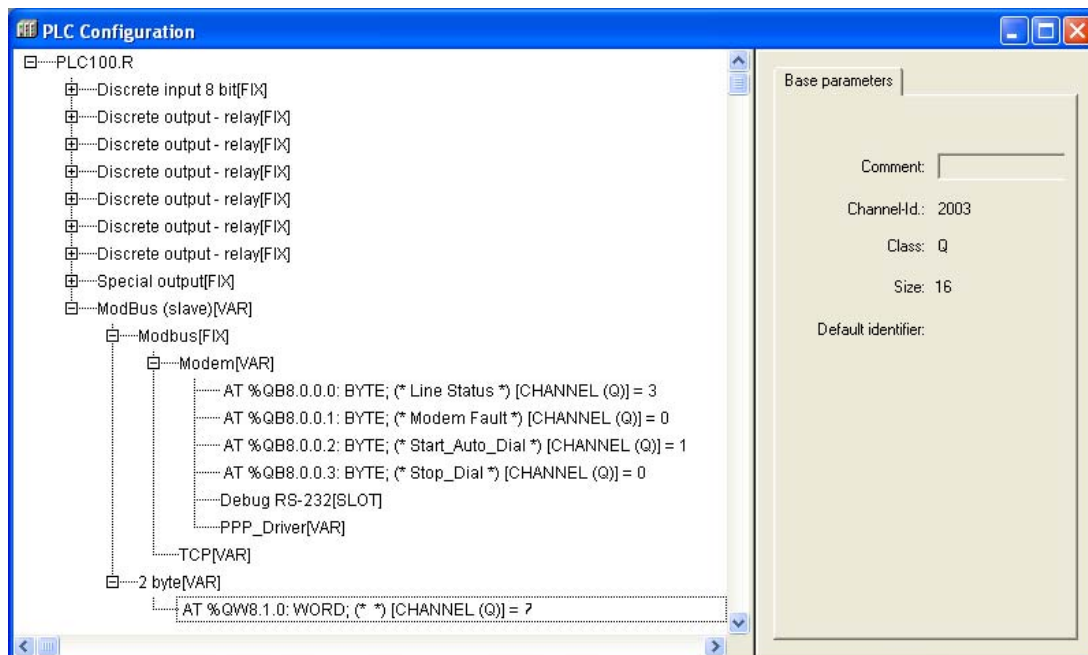

Рис.4 Конфигурация ПЛК100 для обмена по GPRS, с подключенным модемом к порту Debug
7. Добавить к подмодулю «Modem» подмодуль «PPP_Driver» (выделить подмодуль «Modem[VAR]», нажать правую клавишу мыши и через контекстное меню выбрать «Append PPP_Driver»), рис.4. Настроить его на вкладке «Module parameters» **задав параметры «Login» и «Password», необходимые для дозвона до провайдера-поставщика Интернет услуг (предоставляются поставщиком GSM-услуг)** . Подробнее о параметрах подмодуля «PPP_Driver» см. в документе «OWEN_PLC_Configuration.pdf».
8. К подмодулю «Modbus(Slave)» добавить подмодуль «TCP[VAR]» (выделить подмодуль «Modbus[FIX]», нажать правую клавишу мыши и через контекстное меню выбрать «Append Subelement», а затем «TCP...»), рис.4, на вкладке «Module parameters» модуля «TCP[VAR]» параметр «RemotePort» должен быть равен 502.
9. Добавить к модулю «Modbus(slave)» необходимые переменные, например «2 byte» (выбрать модуль «ModBus (slave)», нажать правую клавишу мыши, через контекстное меню выбрать «Append Subelement», а потом «2 byte...»), рис.4.